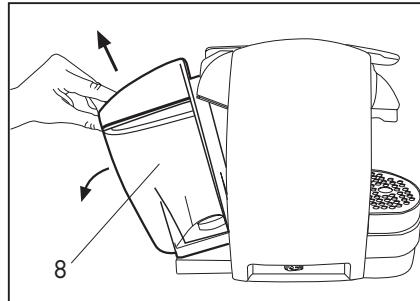

Fig. 1
- Estrarre il serbatoio (8) ruotandolo esternamente e alzandolo verso l'alto. (**Fig.1**)